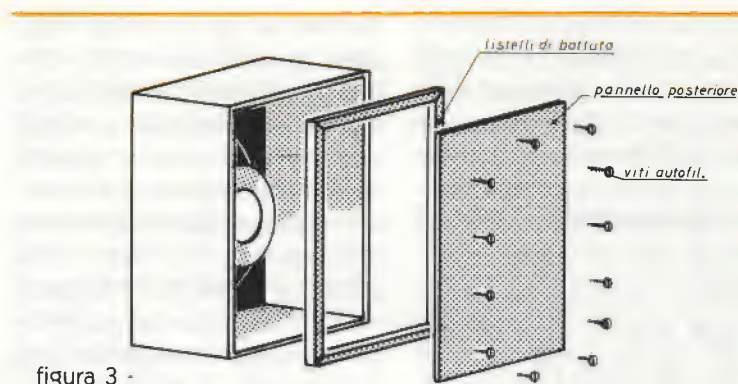

figura 3 -
d) Nel caso sopracitato del pannello posteriore (o anteriore) asportabile, inserire lo stesso fra le pareti laterali della cassa fissandolo poi a quattro listelli di battuta (figura 3) mediante almeno tre viti sui lati più corti e quattro su quelli più lunghi. È inoltre importante che tali listelli di battuta presentino alle viti la superficie e non il bordo in cui è avvenuto il taglio: pena lo sbriciolamento degli stessi all'inserimento delle viti autofilettanti. È chiaro che se ciò avvenisse, vanificherebbe i benefici di resistenza alle vibrazioni e di tenuta ermetica del pannello.